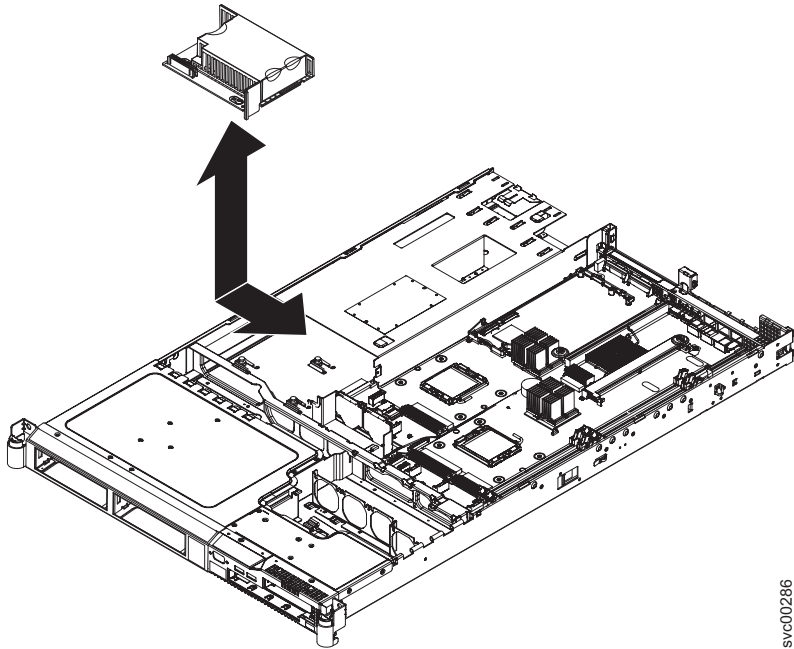

図 166. SAN ボリューム・コントローラー 2145-8G4 電源バックプレーン
4. 197 ページの図 166 に示すように、電源機構を電源機構ベイに取り付けます。